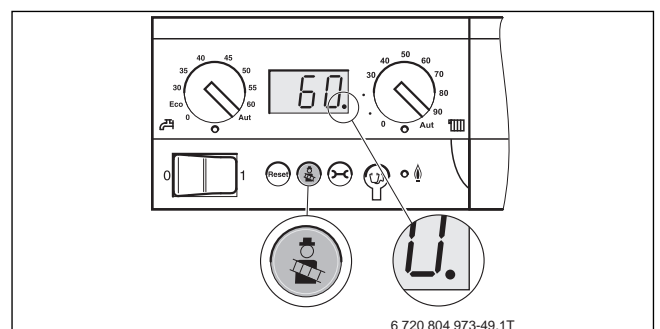

Рис. 23 Кнопка теста дымовых газов на пульте управления
- ▶ Вызовите тест дымовых газов ("трубочист") на пульте управления, для этого держите нажатой кнопку "Тест дымовых газов" до появления десятичной точки на индикации состояния (→рис. 23). Горелка включается.